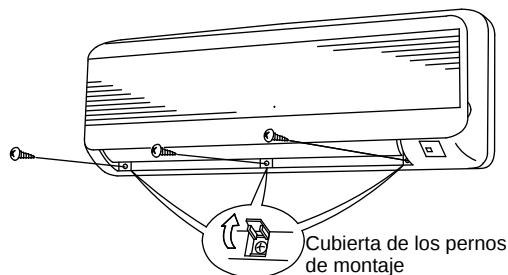

Fig. 3-23
- (3) Ajuste la aleta de manera que esté de forma horizontal. (Fig. 3-23)
(4) Abra las cubiertas de los tornillos de instalación que se encuentra debajo de la rejilla (3 lugares). (Fig. 3-23)
(5) Extraiga los tornillos. (Fig. 3-23)